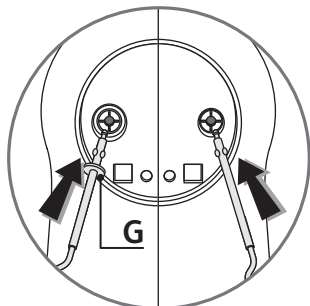

fig.1
- Insérez la tige de chaque fouet (B) ou malaxeur (D) dans les trous correspondants et verrouillez-les. Les fouets et malaxeurs ont une forme spécifique. **Le fouet ou malaxeur avec détrompeur (G) doit être placé à gauche dans le trou le plus grand (Fig.1).**
- Pour éviter la surchauffe du bloc moteur (A), ne faites pas fonctionner l'appareil plus de 4 minutes.
• Utilisation sur le socle (H) : (Selon modèle)
- Insérez la tige de chaque fouet (C) ou malaxeur (E) dans les trous correspondants et verrouillez-les. Les fouets et malaxeurs ont une forme spécifique. **Le fouet ou malaxeur avec détrompeur (G) doit être placé à gauche dans le trou le plus grand (Fig.1).**
- Placez le socle (H) sur le plan de travail :
- Insert the rod of each whisk (**B**) or dough hooks (**D**) into the corresponding holes and lock into place. **The whisks and dough hooks have a specific shape, the mixer or whisk with the marker for left whisk or dough hook (G) should be positioned to the left, in the biggest hole (Fig.1).**
- To avoid overheating of the motor unit (A), do not use the unit for more than 4 minutes.